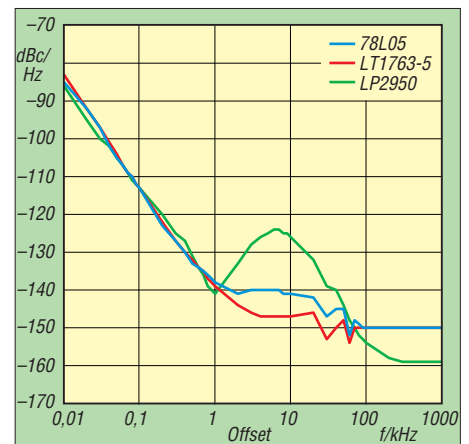

Bild 2: Phasenrauschen des konventionell aufgebauten Butler-Oszillators mit unterschiedlichen Spannungsreglern
reichen, genügt es leider nicht, dies so lange zu betreiben, bis das gewünschte Ergebnis vorliegt. Es müssen auch die Fehlerfenster weitestgehend ermittelt werden. Diese Forderung bezieht sich beim Lokalszillator (LO) hauptsächlich auf das Phasenrauschen und die kritischen Bauelemente, da alle anderen Parameter relativ einfach überprüft werden können. Mit Unterstützung durch Michael Kuhne, DB6NT, wurde das Phasenrauschen der zu Testzwecken aufgebauten Butler-Oszillatoren bestimmt. Bei dieser Gelegenheit war auch gleich die Auswirkung der Spannungsregelung deutlich sichtbar (Bild 2). Das von den Schaltkreisen 78L05, LP2950-ACZ5 und LT1763-5 erzeugte Rauschen, jeweils ohne Nachbehandlung der 5-V-Ausgangsspannung, ist Bestandteil des Messergebnisses. In Bild 2 ist zu erkennen, dass der 78L05 im Entfernungs-
Am empfindlichsten reagiert der Generator auf die Qualität der Versorgungsspannung. Die Messergebnisse im Bild 2 verdeutlichen das sehr eindrucksvoll.